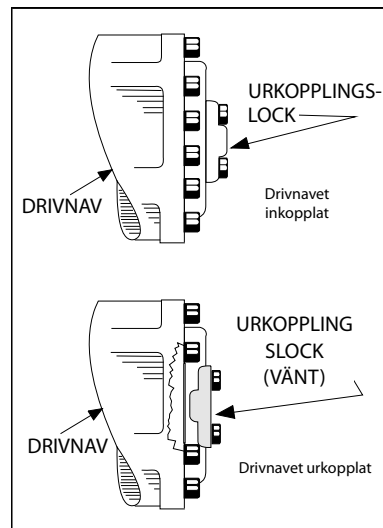

Fig. 4-7. Nav för urkoppling av drev
2. Koppla ur drivnaven genom att vända på urkopplingslocket (se Fig. 4-7.). Avsluta följande efter bogseringen:
3. Koppla in drivnaven igen genom att vända på urkopplingslocket (Se Fig. 4-7.)